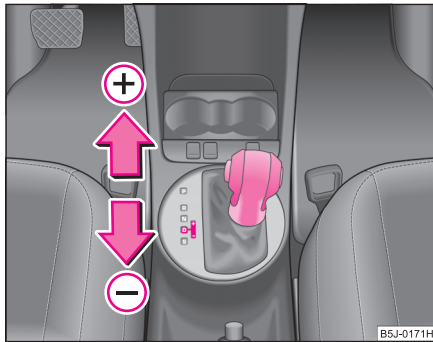

Abb. 96 Wählhebel: manuelles Schalten
- Tippen Sie den Wählhebel (in der Tiptronic-Stellung) nach vorn an ⇒ Abb. 96 (+).